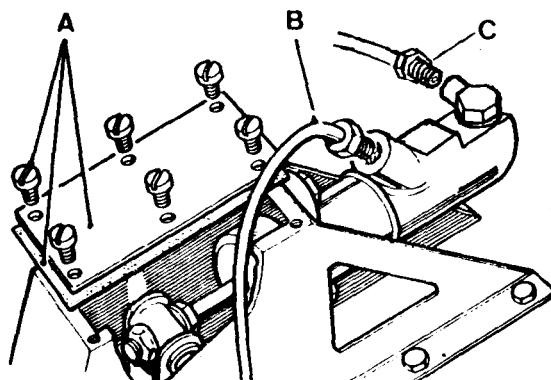
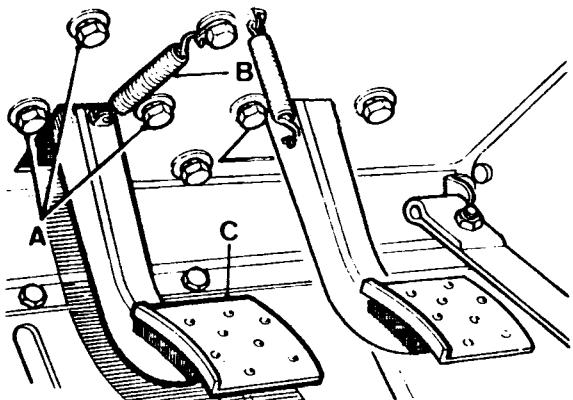
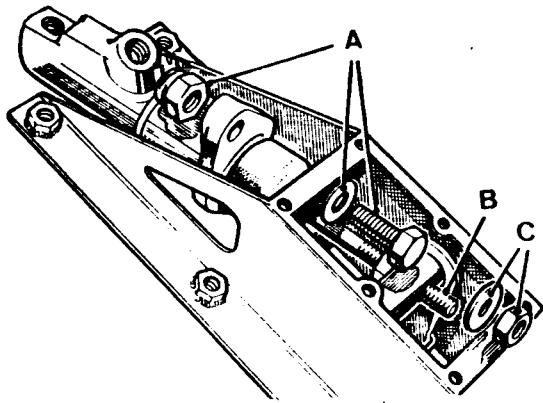

Fig. B-4 Tapa y cilindro principal del embrague
Fig. B-5 Pedal del embrague y piezas de fijación del soporte
Fig. B-6 Piezas de fijación del cilindro al soporte
- 1.1. Con el capó desmontado, se soltarán las tuberías de entrada y salida del líquido en su unión al cilindro principal (Fig. B-4), el muelle de retroceso del pedal (Fig. B-5) y los tornillos que fijan el conjunto del soporte del pedal, con los que podrá retirarse el soporte, el cilindro principal y el pedal.
- 1.2. Despues de quitar la tapa (Fig. B-4) y junta, se extraerán los tornillos de fijación del cilindro al soporte (Fig. B-6), la tuerca y la arandela que sujeta - la varilla de empuje del cilindro principal, con lo que éste podrá separarse -- del soporte.